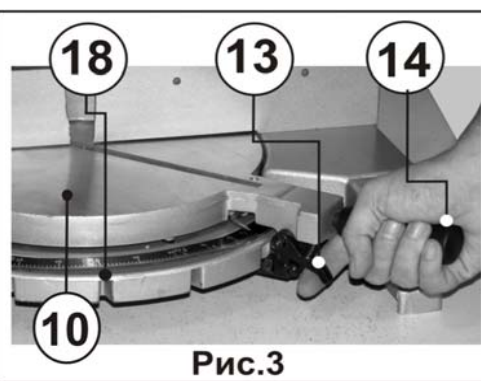

Рис.3
8.2. Поворот стола в положение 0°, (рис.3)
- Ослабьте ручку фиксации поворотного стола (14) на 1 оборот поворотом ее против часовой стрелки и потяните за курок плунжера (13) в соответствии с рисунком. Вращайте поворотный стол (10) влево до фиксации плунжера в упоре (18), соответствующем 0°. Зафиксируйте положение ручкой фиксации (14).
Ваша пила может пилить под любым углом от прямого - 90° до 47° влево или вправо (по показаниям шкалы). Ослабьте ручку фиксации поворотного стола (14), потяните за курок плунжера (13) и поверните стол (10), Рис.3, на желаемый угол. **Затяните ручку фиксации поворотного стола (14), Рис.3.**
Пила снабжена фиксаторами плунжера в упоре (18) под углом 0°, 22,5° и 45° влево и вправо. Поворачивайте ручку фиксации поворотного стола (14) до тех пор, пока плунжер не войдет в один из фиксаторов (18), три из которых видны на Рис.3. **Затяните ручку фиксации поворотного стола (14), Рис.3.**
Для снятия со стопора потяните курок плунжера (13), Рис.3.
ВНИМАНИЕ: ВСЕГДА ЗАТЯГИВАЙТЕ РУЧКУ ФИКСАЦИИ ПОВОРОТНОГО СТОЛА (14) ПЕРЕД ПИЛЕНИЕМ, Рис.3,